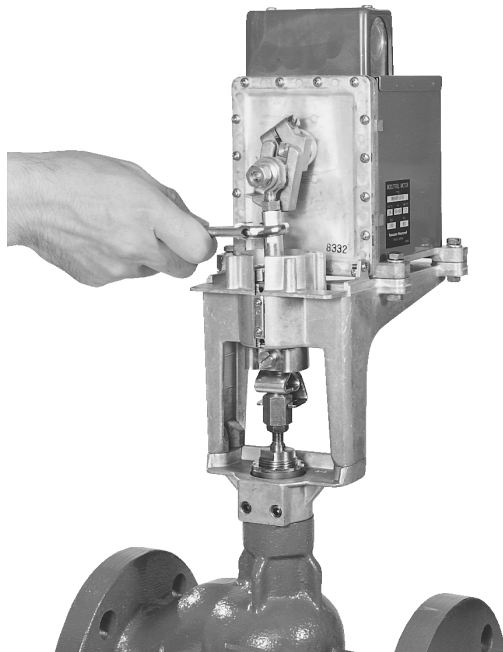
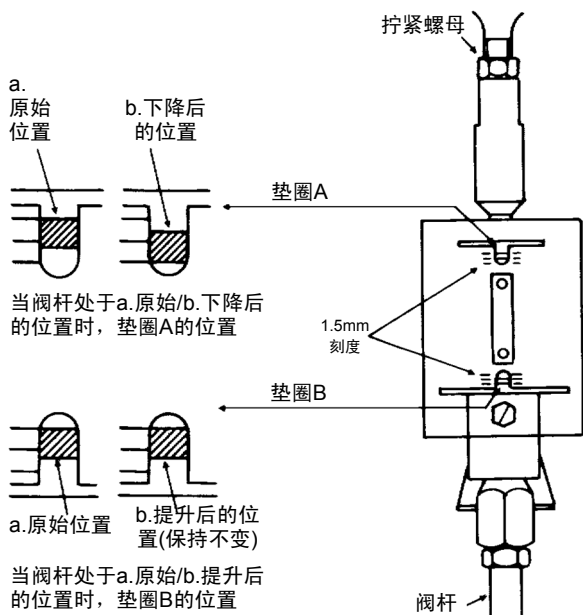

图7 调节应力缓冲装置
图8 调节二通阀的应力缓冲
(8) 用扳手转动调整轴（参照图7），如图8、9所示，使垫圈以半刻度~1刻度的程度移动，从而调节应力缓冲装置。